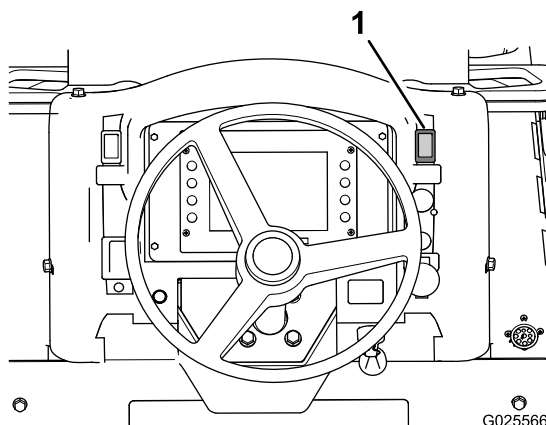

Bild 39
1. Drücken Sie den Feststellbremsschalter (Bild 39) nach oben, um die Feststellbremse zu aktivieren.